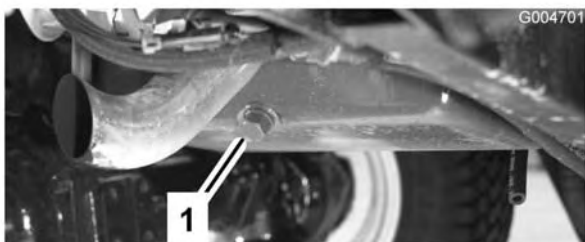

Figura 49
1. Togliete un tappo di spurgo (Figura 49) e lasciate defluire l'olio in una bacinella. Quando l'olio cessa di defluire, rimontate il tappo.